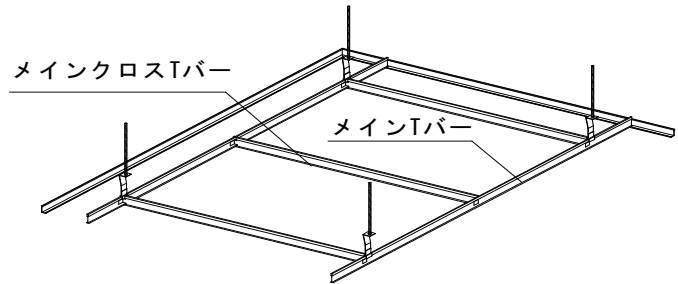

図2-12 Tバーの取付け③
- ③ メインクロスTバーを平行に流したメインTバーにクロスジョイントします。(図2-12 参照)